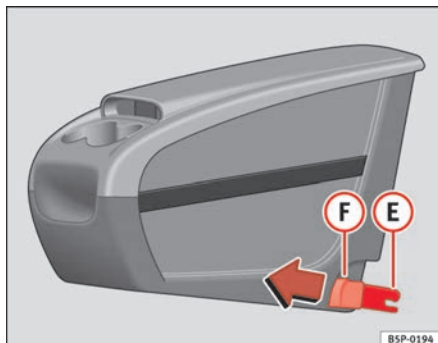
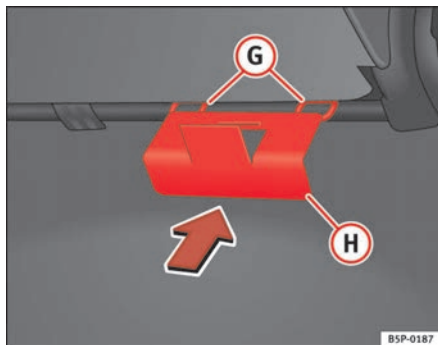

Fig. 111 Porta-objectos móvel. Montagem
Fig. 112 Placa de fixação do porta-objectos móvel
- Coloque a partir do veículo, a placa de fixação (H) ⇒ fig. 112 do porta-objectos móvel, pela parte traseira do banco. Deve estar situada entre o encosto e o assento, na zona do lugar central.
- Coloque à frente as duas peças de fixação (E) ⇒ fig. 111, com as duas anilhas de fixação (G) ⇒ fig. 112 e pressione com força até que as duas pinças encaixem totalmente nas anilhas.
- Puxe cada um dos botões ⇒ fig. 111 (F) das pinças (botões vermelhos) para a frente, até ouvir que desencaixaram.